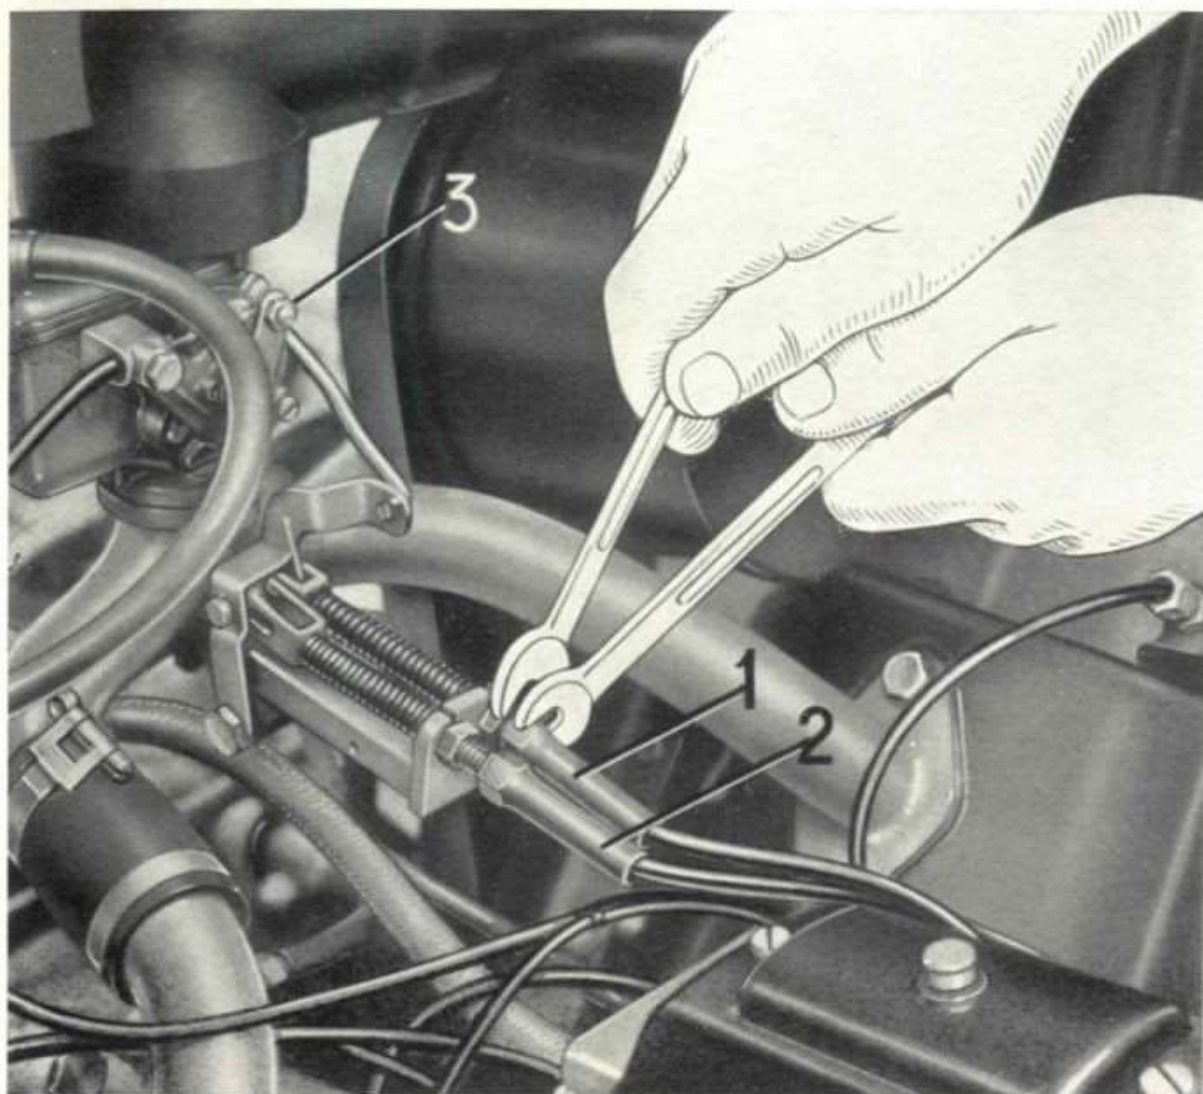

Fig. 29. - Regolazione dei cavi all'attacco del carburatore per comando a pedale e a mano.
- per il manettino comando dispositivo d'avviamento per carburatore, la tensione del cavo viene eseguita tramite il bulloncino di bloccaggio cavo alla levetta del carburatore (3 di fig. 29);
con controdado posti all'attacco del cavo al carburatore (2 di fig. 29) ;
— per il pedale comando acceleratore, tramite il tendifilo con controdado all'attacco del pedale e sull'attacco del cavo al carburatore tramite il bullone a colonnetta con controdado (1 di fig. 29).